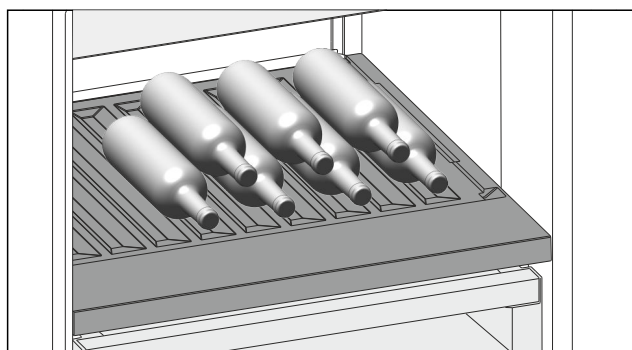

Fig. 143
- Stavite boce s dnom prema stražnjoj stijenci hladnjaka. (pogledajte Fig. 143)